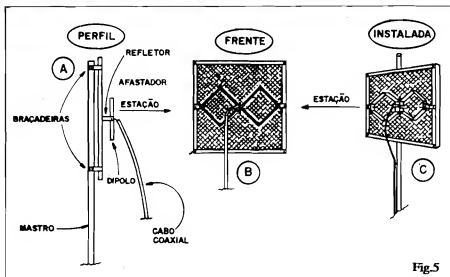

Fig.5
- **FIG. 5** - Visualizações diversas da antena já montada. Em 5-A temos um **perfil** do conjunto (já, inclusive, com o mastro de sustentação fixado às respectivas braçadeiras...). Observar a direção de captação da antena (seta "estação"). Em 5-B temos uma vista frontal da antena já formada, notando-se claramente a "centragem" da "borboleta" em relação ao quadro/refletor, atrás dela... Em 5-C temos uma perspectiva da antena instalada (novamente com a seta mostrando o sentido de captação da antena, ou direção da estação de TV-UHF que se deseja captar).
- A "borboleta" deve ficar na horizontal (e não "em pé"), conforme sugere as figs. 5 e 6. Se colocada em pé, ela trabalhará "contra" a polarização normal dos sinais de UHF, tendo como resultado uma grande queda no rendimento e sensibilidade da antena